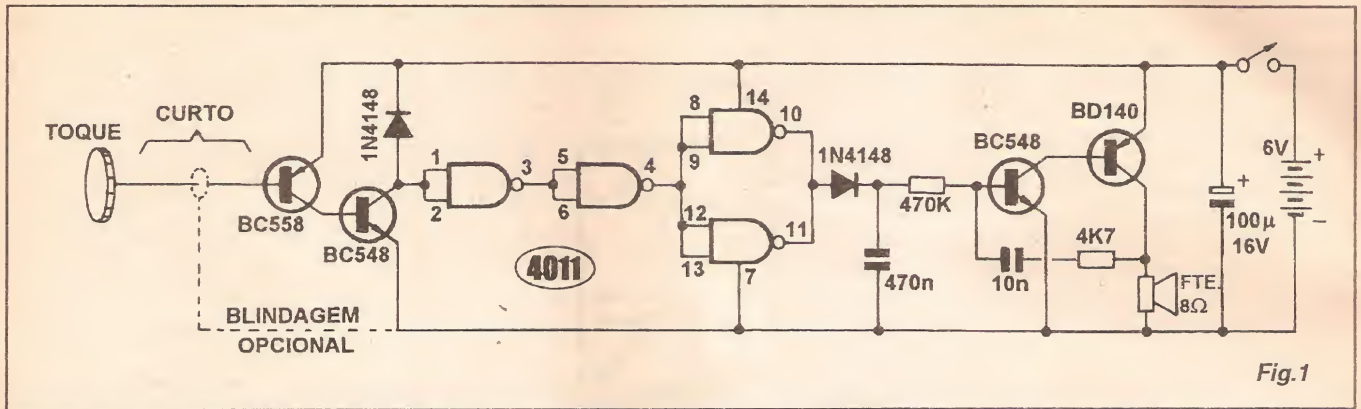

Fig.1
- *Não esquecer* de adequar na placa e na montagem, os valores do capacitor e resistor específicos (rever *esquema* - FIG. 1, e LISTA DE PEÇAS...) que *dependem* da tensão nominal da rede local.
- FIG. 1 - DIAGRAMA ESQUEMÁTICO DO CIRCUITO - Inicialmente, um poderoso (em termos de ganho...) amplificador com dois transistores (BC558 e BC548) arranjados numa espécie de *Darlington complementar* capta o ruído elétrico introduzido no sensor pelo dedo do operador (esse ruído, de 60 Hz, corresponde à natural captação, pelo corpo da pessoa, do campo eletro-magnético presente em todo local servido pela rede C.A. de 110 ou 220 volts, e se manifesta mesmo que a dita pessoa esteja a vários metros da fiação de C.A. embutida nas paredes...). Depois de amplificado em nível, tal ruído elétrico é entregue pelo *coletor* do BC548 diretamente à entrada (pinos 1-2 reunidos...) de um primeiro *gate* C.MOS em função *sim-*